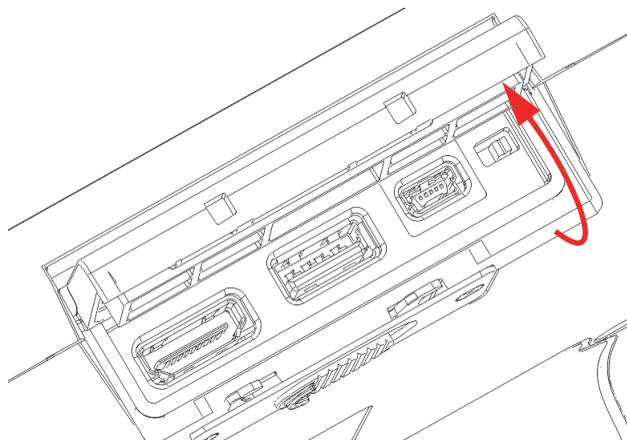

Figura 3-4 Porte dati — Apertura sportellino
2. Sollevare completamente lo sportellino (vedere Figura 3-4 a pagina 44).